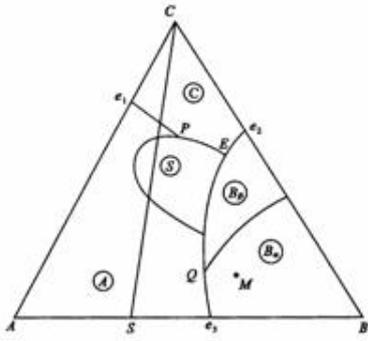

图6-19
6-31根据图6-19回答下列问题：(1) 用箭头标出各界线的温度下降方向并说明界线性质的；(2) 指出各无变量点E、P、R、Q的性质，并写出其相平衡关系；(3) 写出熔体M的结晶过程，说明液相离开R点的原因；(4) 画出AB、BC二元系统相图。